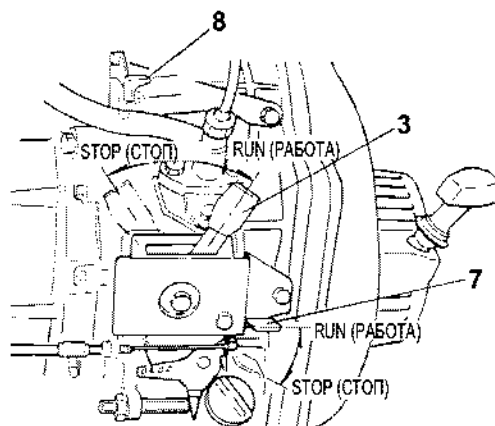

Рис. 67
2. Установите рычаг регулятора (Рис. 67, (3)) в положение RUN (РАБОТА).
- Альтернативный способ останова — с помощью рычага останова (Рис. 67, (7)) (см. Ручной запуск). Этот способ используется в случае повреждения ключа зажигания или в аварийных ситуациях. Если для останова использовался этот способ, обязательно поверните ключ зажигания в положение STOP (СТОП), чтобы не разряжать аккумулятор.
- Запрещается останавливать двигатель рычагом сброса давления (Рис. 67, (8)). Это может повредить систему сброса давления.